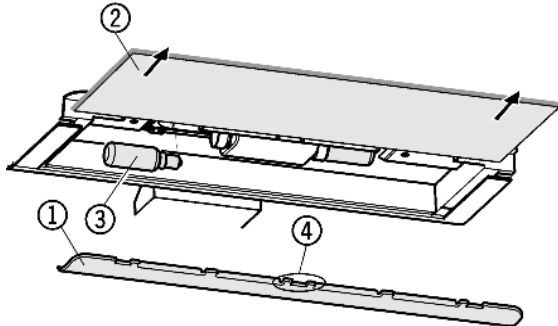

Fig. 17
- ▶ Enlever l'écran protecteur Fig. 17 (1) : saisir avec les doigts derrière l'écran protecteur et le faire décliqueter.
- ▶ Ôter la plaque de verre Fig. 17 (2).
- ▶ Remplacer l'ampoule Fig. 17 (3).
- ▶ Remettre en place l'écran protecteur : le faire encliqueter à droite et à gauche et veiller à ce que le crochet Fig. 17 (4) du milieu saisis au-dessus de la plaque de verre.